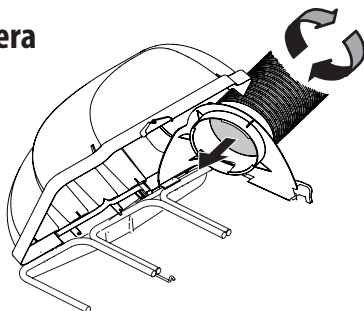

Figura 20
1. Enrosque el extremo superior de la manguera (764-05082) firmemente en el soporte del canal superior. Hay dos lengüetas en la parte interior baja del soporte del canal superior que permiten un enrosque seguro. Consulte la Figura 20.